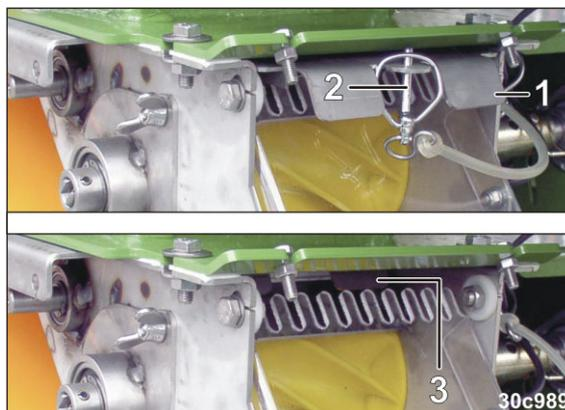

Fig. 189
Alle an der Maschine befindlichen Dosierer mit der gleichen Dosierwalze ausrüsten. Alle Schieber (Fig. 189/1) öffnen und sichern [Klappstecker (Fig. 189/2)].
1. Den Klappstecker (Fig. 189/2) entfernen. (nur bei gefülltem Düngerbehälter erforderlich zum Verschließen des Behälters mit dem Schieber (Fig. 189/1).
2. Den Schieber (Fig. 189/3) bis zum Anschlag in den Dosierer schieben.